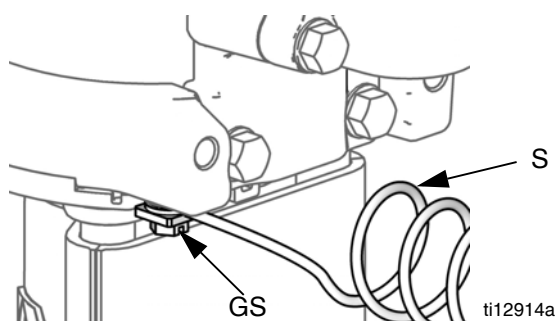

Рис. 4. Заземление насоса.
Насос: см. Рис. 4. Убедитесь, что винт заземления (GS) прикреплен и надежно затянут на пневмодвигателе. Подсоедините другой конец провода заземления (S) к реальному заземлению.